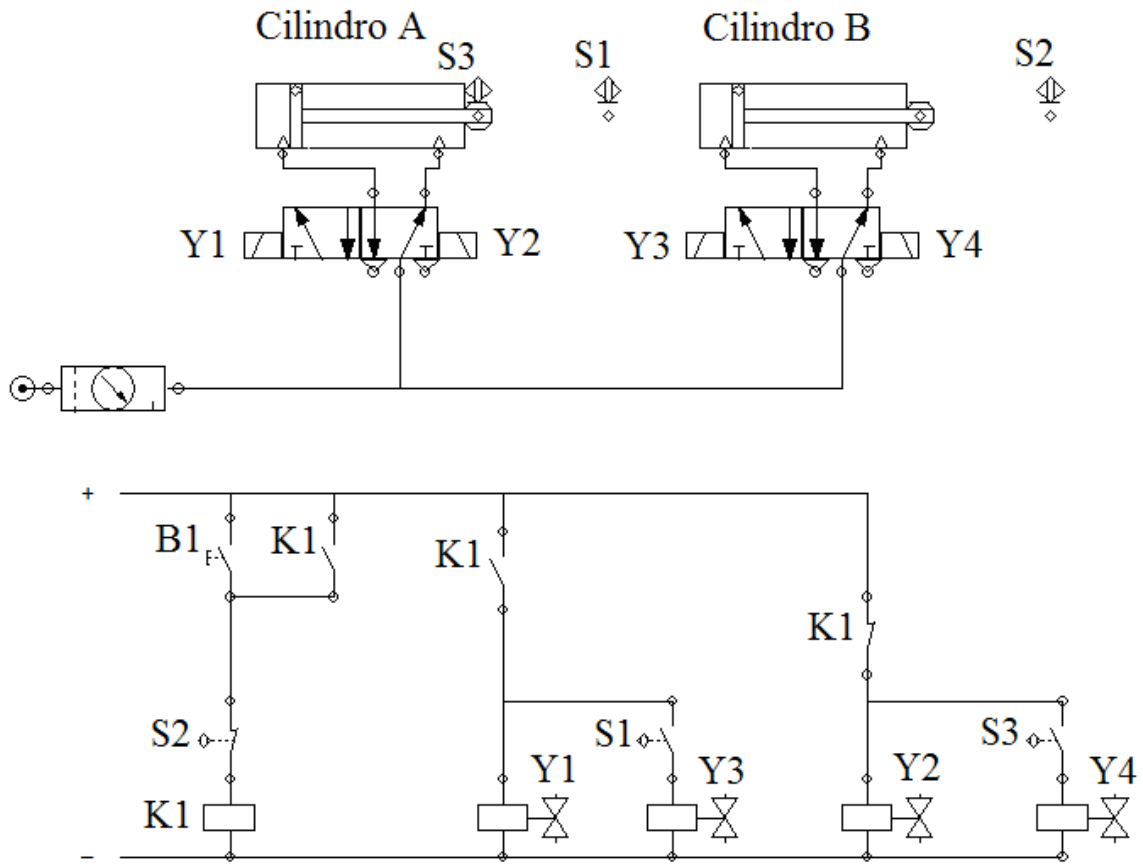

Figura 06 – Circuito Eletropneumático
43. Analise o circuito eletropneumático da Figura 06.